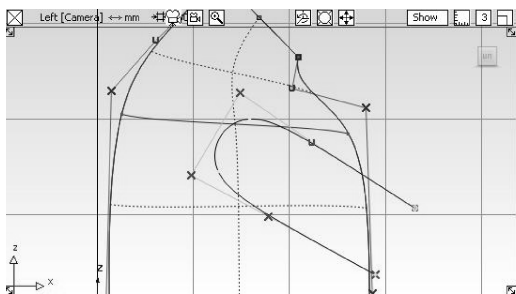

图4-93 创建曲线
- 18 取消着色显示, 选择标记菜单中【Pick nothing】工具, 取消选择。选择【New CV curve】工具, 在【Left】正交视窗绘制一条曲线, 调节 CV 点, 如图4-93所示。